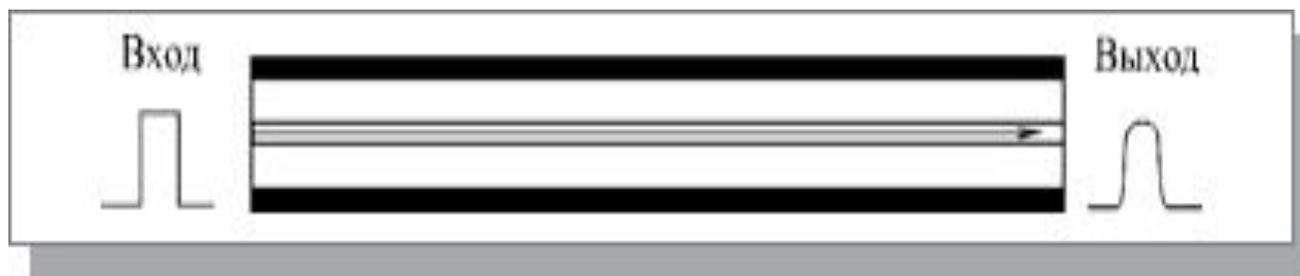

Рис. 2.5. Распространение света в одномодовом кабеле
- ▶ В одномодовом кабеле практически все лучи проходят один и тот же путь, в результате чего они достигают приемника одновременно, и форма сигнала почти не искажается (рис. 2.5). Одномодовый кабель имеет диаметр центрального волокна около 1,3 мкм и передает свет только с такой же длиной волны (1,3 мкм). Дисперсия и потери сигнала при этом очень незначительны, что позволяет передавать сигналы на значительно большее расстояние, чем в случае применения многомодового кабеля. Для одномодового кабеля применяются лазерные приемопередатчики, использующие свет исключительно с требуемой длиной волны. Такие приемопередатчики пока еще сравнительно дороги и не долговечны. Однако в перспективе одномодовый кабель должен стать основным типом благодаря своим прекрасным характеристикам. К тому же лазеры имеют большее быстродействие, чем обычные светодиоды. Затухание сигнала в одномодовом кабеле составляет около 5 дБ/км и может быть даже снижено до 1 дБ/км.